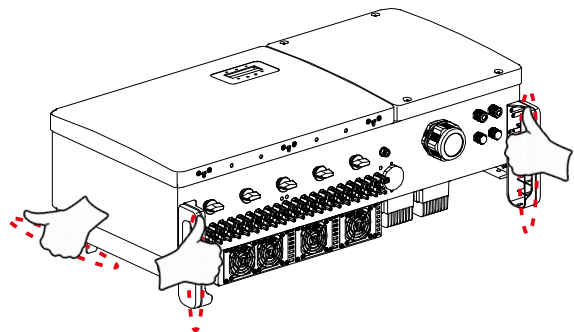

Figura 3.4 Asas del inversor
2. Se necesitan dos personas para sacar el inversor de la caja de envío. Use las asas integradas en el dissipador de calor para extraer el inversor de la caja (consulte la figura 3.4).